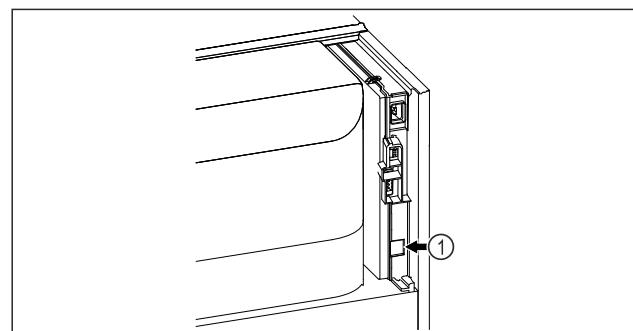

Fig. 168
- Se utiliza SmartModule Fig. 168 (1).